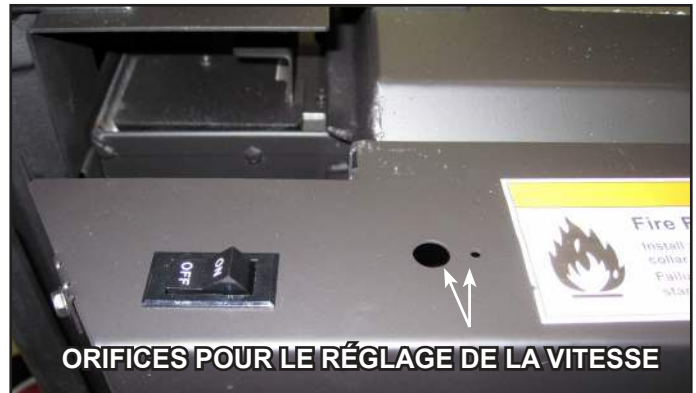

Figure 8.6 Orifices prépercés pour la commande de la vitesse
4. Enlevez le bouton et l'écrou de blocage du régulateur de vitesse. Installez le réglage de vitesse sur le carénage droit avec la tige sortant du trou prépercé. Serrez l'écrou de blocage et rattachez le bouton sur la tige. Voir la Figure 8.6.